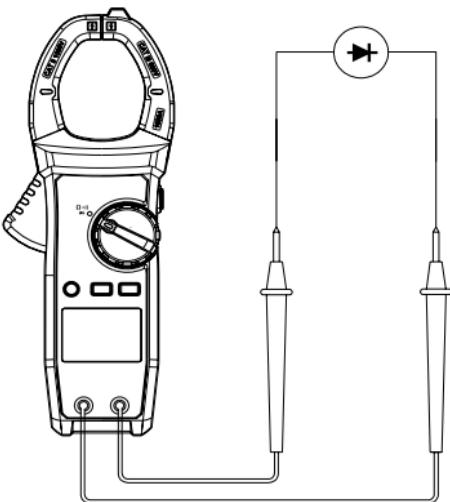

Рис.9 Проверка диода
- Установите переключатель на $\rightarrow\downarrow$, нажмите SELECT, для выбора режима проверки диода \blacktriangleright . Подсоедините щуп красного тестового провода к аноду (+) проверяемого диода, а чёрный – к его катоду (-) (см. рис. 9).